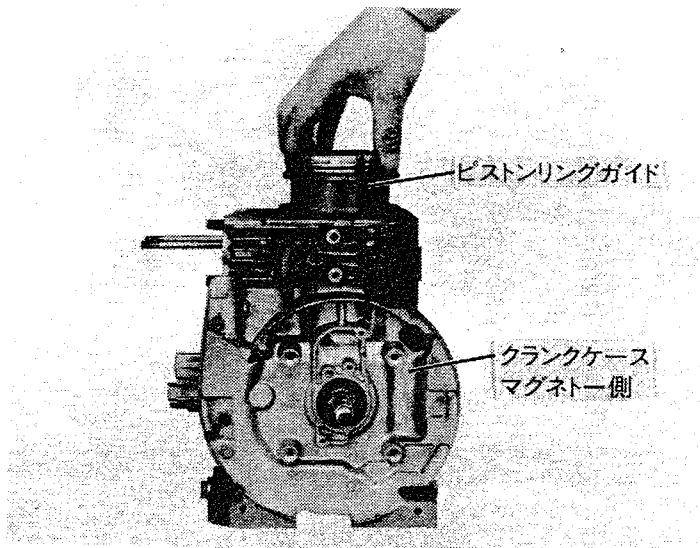

Fig 5-3-5
- (c) コネクティングロッドの組込みFig 5-3-5のようにピストンリングガイドでおさえ